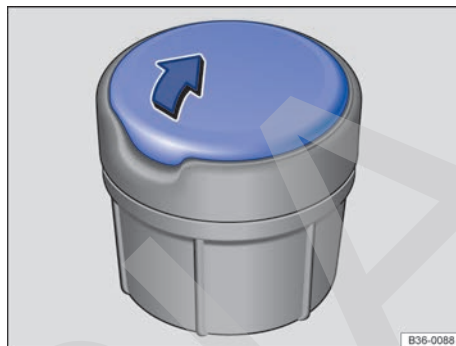

Fig. 129 Cenicero portátil.
- Para *abrir* el cenicero, levante la tapa del mismo en el sentido de la flecha → fig. 129.